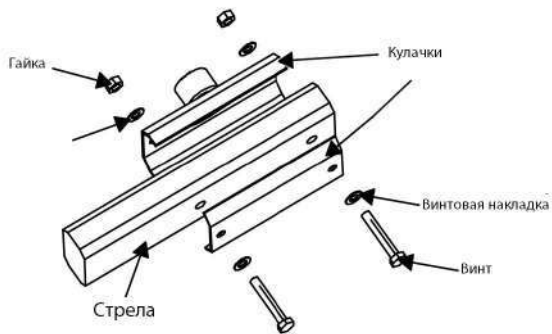

Рис. 2 Установка стрелы на корпус
- 2) Монтаж стрелы на корпус, как показано на Рис. 2.